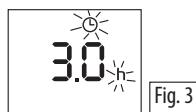

Fig. 3
Démarrage différé: lorsque l'appareil est en veille, appuyez sur la touche de la minuterie (F) . Le symbole s'affiche en clignotant avec les heures restantes avant que l'appareil ne s'allume (voir la figure 3). Changez les heures avec les touches + et -, puis attendez quelques secondes pour que
Arrêt différé: avec l'appareil allumé, appuyez sur la touche de la minuterie ☀. Le symbole ☀ s'affiche en clignotant avec les heures restantes avant que l'appareil ne s'éteigne (voir la figure 3).